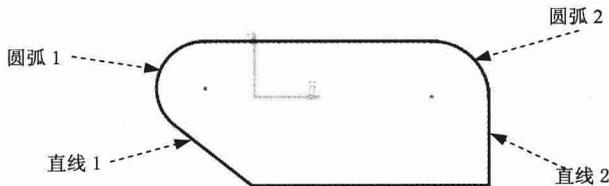

图 1.3 添加相切约束
Step3. 添加图 1.3 所示的直线 1 和圆弧 1 的相切约束,直线 2 和圆弧 2 的相切约束。